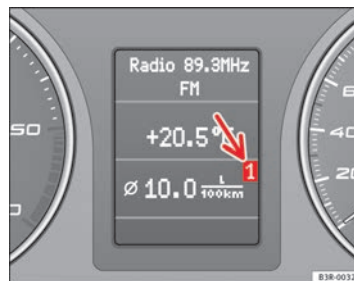

Fig. 59 Ordinateur de bord : niveau de mémoire 1
Vous pouvez reconnaître le niveau de mémoire affiché grâce aux numéros représentés $\Rightarrow$ fig. 59. Les données de la mémoire de trajet unique (ordinateur de bord 1) sont affichées lorsque le chiffre 1 apparaît à l'afficheur. Si le chiffre 2 est affiché, il s'agit des données de la mémoire se rapportant au trajet total (ordinateur de bord 2).
- Pressez la touche Reset **(B)** jusqu'à ce que le menu Ordinateur de bord (niveau de mémoire 1 ou 2) s'affiche à l'écran ⇒ page 89, fig. 59.